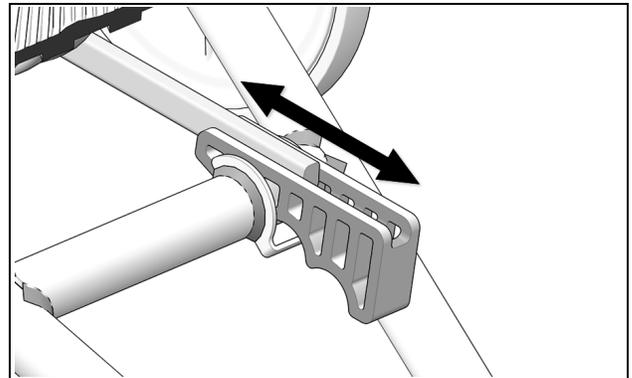

Figure 13
- Positionner le came tendeur au logement de bras de suspension. Glisser la came vers l'avant ou l'arrière à l'ajustement de fermeté de la suspension désiré. Voir Figure 13.